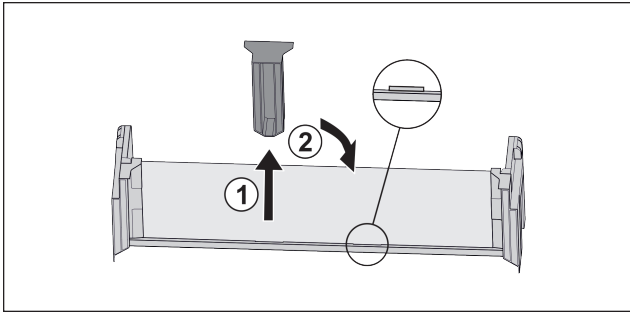

Fig. 21
- ▶ Retirar la pieza de sujeción central Fig. 21 (1).
- ▶ Colocar la pieza de sujeción central en la segunda posición Fig. 21 (2).